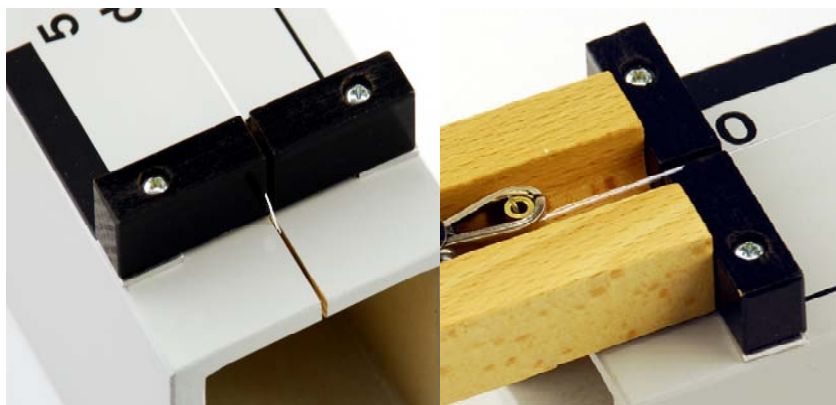

Fig 1
- Saite auf das Monochord aufziehen. Dazu die Saite mit dem Metallröhrchen in den Schlitz am linken Ende des Gerätes einhängen und das freie Ende durch den Wirbel stecken (Fig. 1).